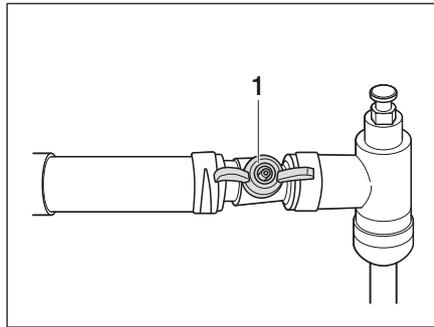

Fig. 309 Rubinetto Alde, aperto
*Chiudere il rubinetto:* ■ portare la leva del rubinetto (Fig. 309,1) in posizione perpendicolare alla tubazione.
*Aprire il rubinetto:* ■ portare la leva del rubinetto (Fig. 309,1) in posizione parallela alla tubazione.